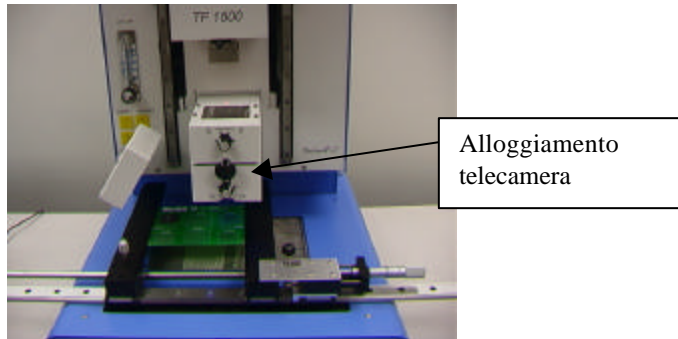

Figura 11
- vii. Estrarre la telecamera e verificare che sia completamente estratta (Figura 11).